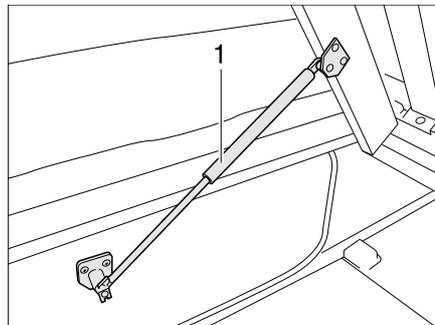

Bild 116 Festes Bett
- Lattenrost anheben. Die Gasdruck-Federn (Bild 116,1) halten den Lattenrost in geöffneter Stellung.